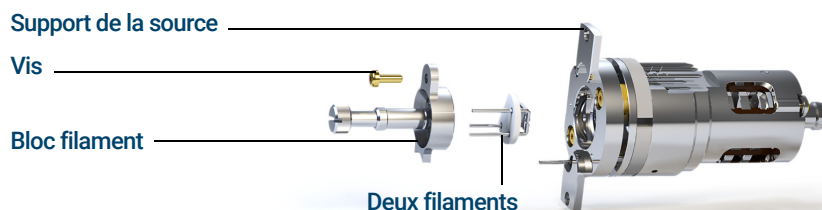

Figure 63. Remplacement des deux filaments
- 4 Déposer la vis fixant le bloc filament dans le support de la source. (Voir **Figure 63.**)
- 2 Insérer les trois broches sur les deux filaments par l'arrière du bloc filament. (Voir **Figure 63** page 219.)